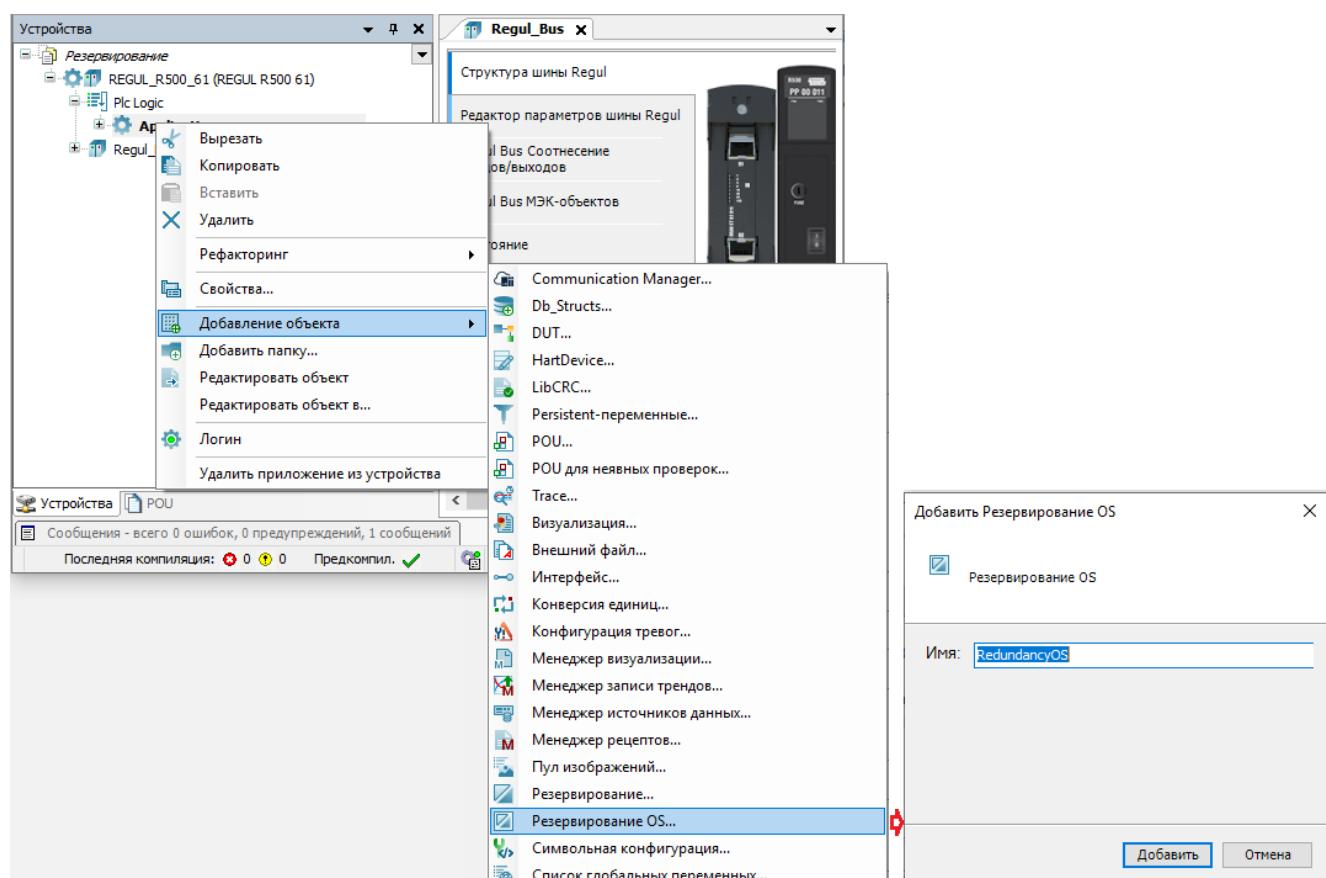

Рисунок 40 – Добавление компонента Redundancy OS
- для добавления компонента **Резервирование OS** в существующий проект поставьте курсор на название приложения (**Application**), нажмите правую кнопку мыши. Появится контекстное меню, в котором выберите **Добавление объекта** ➔ **Резервирование OS...** Откроется окно **Добавить Резервирование OS**, где нажмите кнопку **Добавить** (Рисунок 40). Компонент **Резервирование OS** будет помещен в дерево устройств.